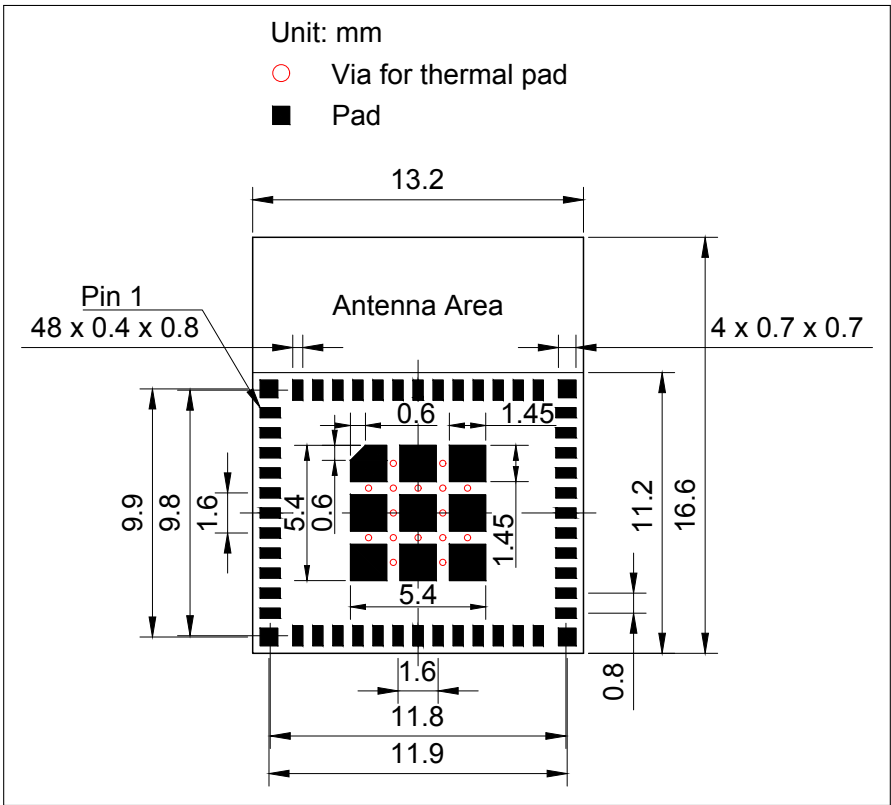
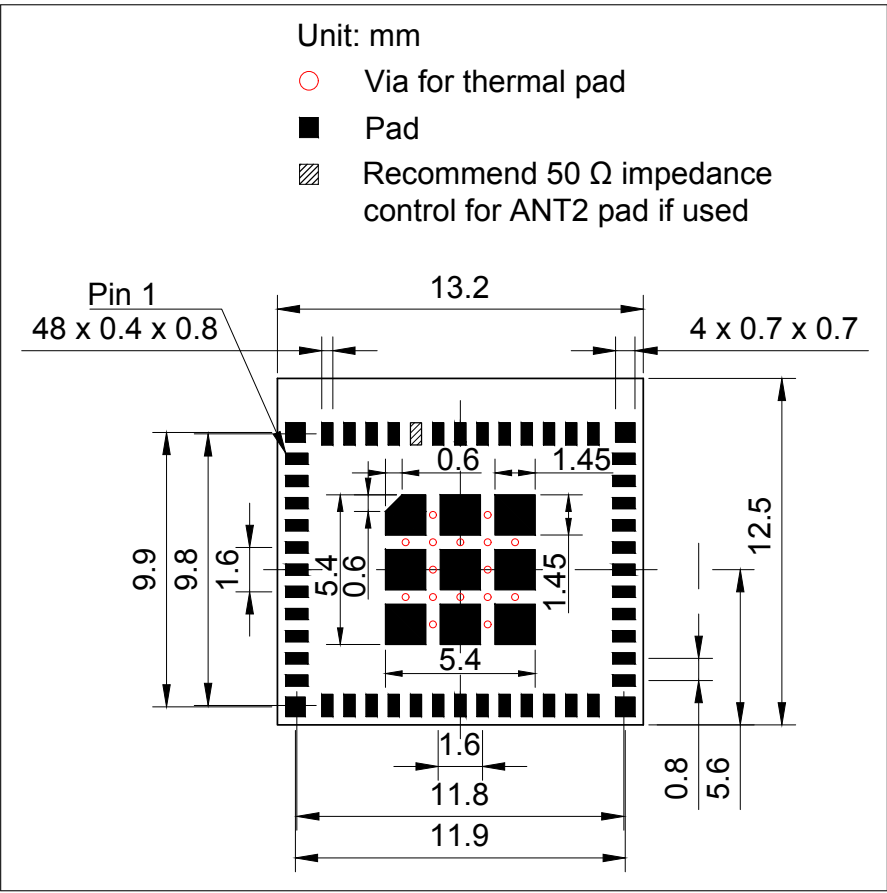

图 14: ESP32-C61-MINI-1 推荐 PCB 封装图形
图 15: ESP32-C61-MINI-1U 推荐 PCB 封装图形
- 推荐 PCB 封装图，标有 PCB 设计所需的全部尺寸。详见图 14 ESP32-C61-MINI-1 推荐 PCB 封装图形 和 图 15 ESP32-C61-MINI-1U 推荐 PCB 封装图形。
- 推荐 PCB 封装图的源文件，用于测量图 14 和 15 中未标注的尺寸。您可用 Autodesk Viewer 查看 ESP32-C61-MINI-1 和 ESP32-C61-MINI-1U 的封装图源文件。